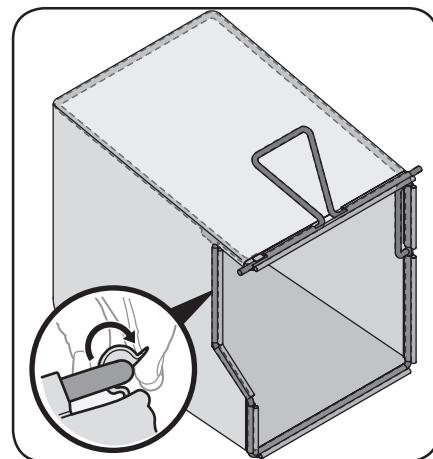

Figura 2-4
- b. Deslice el canal plástico de la bolsa sobre la estructura. Consulte la Figura 2-4.